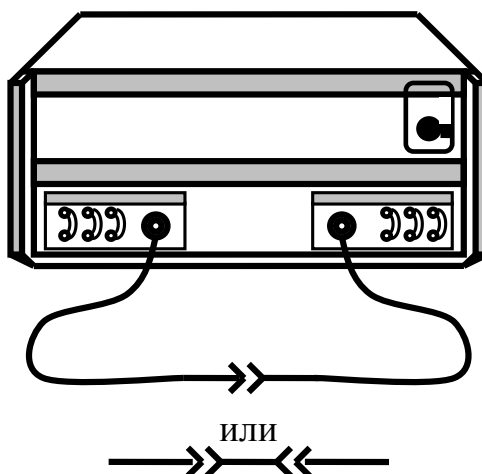

Рисунок 17 – Калибровка на проход
**Нормировке коэффициента передачи** должна предшествовать калибровка на проход (рисунок 17), в ходе которой измеренные значения запоминаются в качестве калибровочных данных. Дополнительно может быть измерена изоляция между портами.